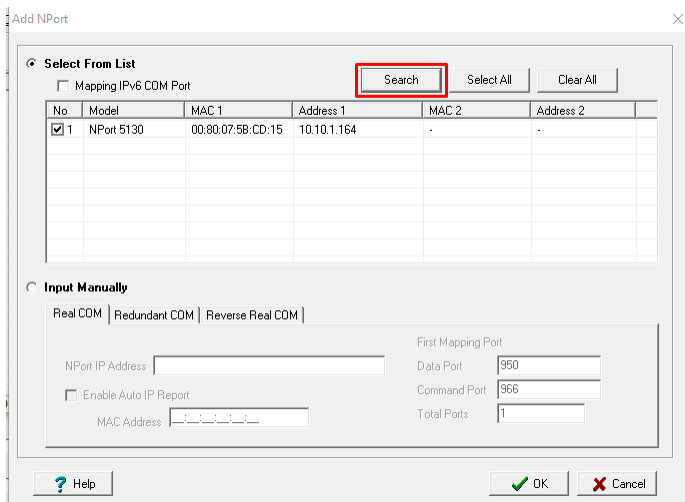

Рисунок 6 – Поиск совместимых устройств
2.1) В появившемся окне нажмите кнопку Search. Будет выполнен поиск совместимых устройств в сети (рисунок 6).